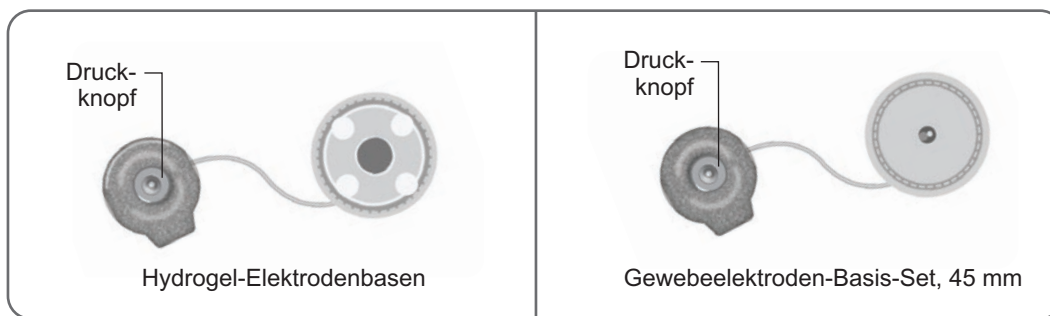

Abbildung 6-6: Für die Unterschenkelmanschette in Standardgröße verwendbare Elektrodenbasen
**Folgende Elektrodenbasen können mit der Unterschenkelmanschette in Standardgröße verwendet werden: (siehe Abbildung 6-6)**